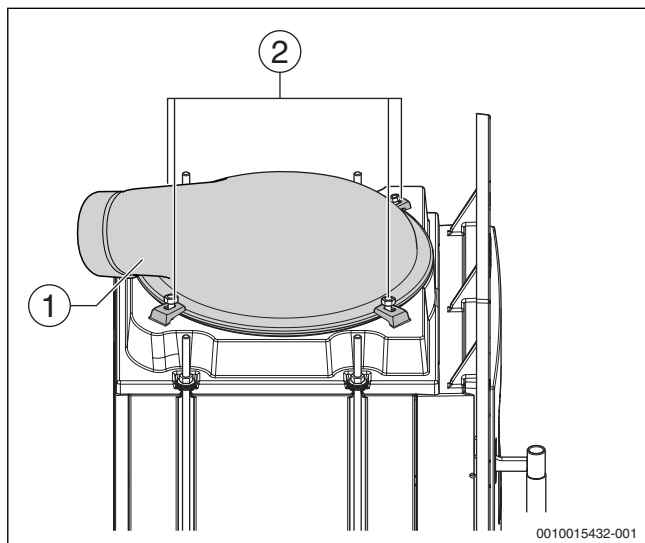
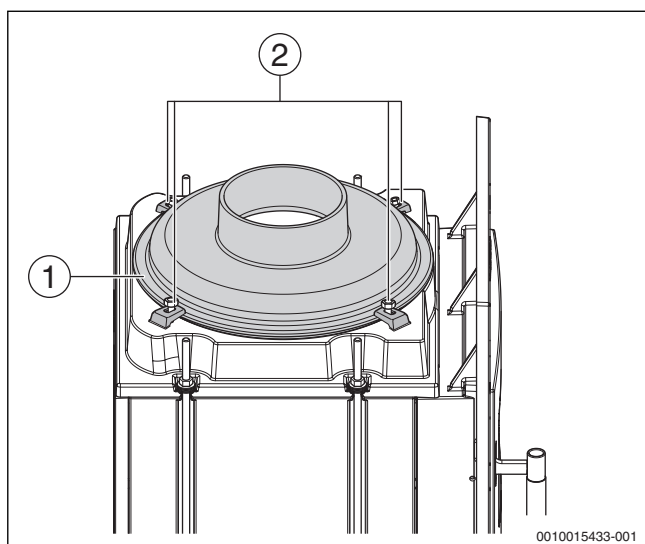

Bild 8 Kuppel waagrecht
Bild 9 Kuppel senkrecht
- ▶ Muttern der 4 Befestigungspratzen [2] lösen, bis der Rand der Kuppel [1] unter die Befestigungspratzen geschoben werden kann (→ Bild 8 und Bild 9).